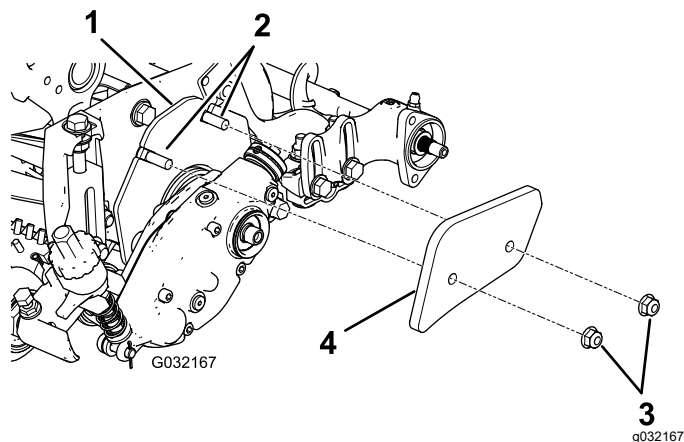

图 5
- 12.7cm 液压滚刀组如 图 5所示零件随滚筒刷套件一起提供型号 03658。